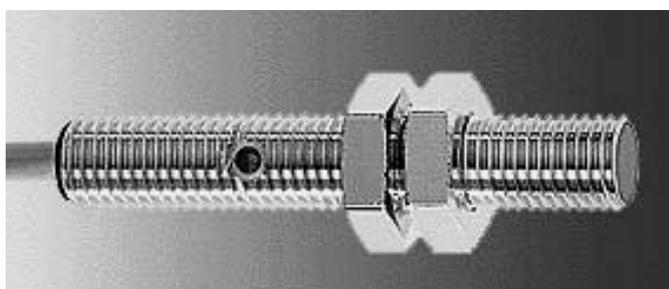

Рисунок 3.21 - Индуктивный датчик стандартного применения
- RXI200 – для стандартного применения (рис. 3.21).